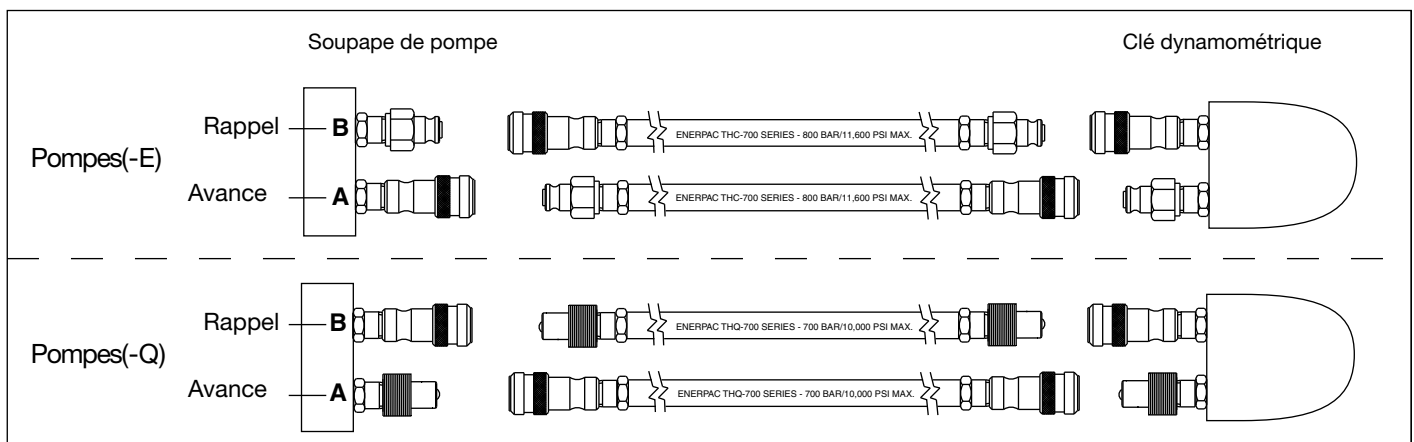

Figure 6, Détails des flexibles
2. Pompe de type pour (-Q) pour clés dynamométriques Enerpac S et W et autres marques : Assurez-vous d'utiliser des flexibles portant l'identification « Enerpac THC-700 Series - 700 Bar/10 000 psi max ». Les coupleurs de ces flexibles doivent être « polarisés » comme dans la figure 6 afin d'assurer le bon fonctionnement de la clé dynamométrique. S'assurer que les coupleurs sont bien engagés et serrés avant de faire fonctionner l'appareil. Si les coupleurs présentent du jeu, la clé dynamométrique fonctionnera mal.